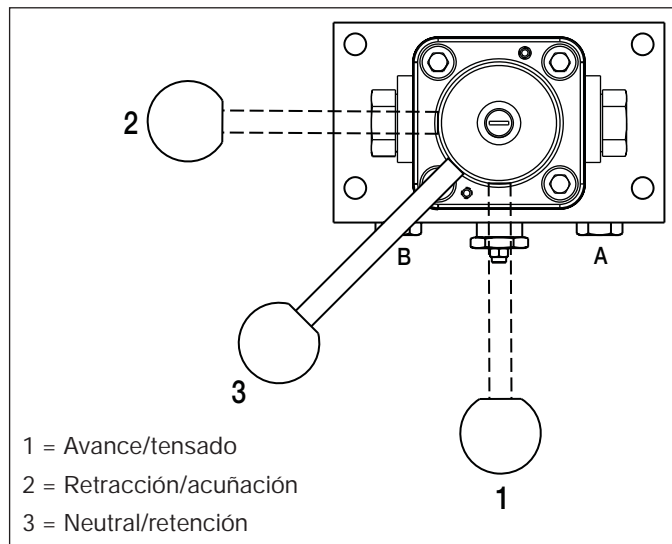

Figura 10, posiciones de la maneta de la válvula
4. Girar la maneta de control de la válvula a la posición neutral/retención ("3") (consultar figura 10 para posiciones de la maneta).
4. Garantizar que la maneta de control de la válvula está en la posición neutral/retención ("3"). (consultar la figura 10 para las posiciones de la válvula).